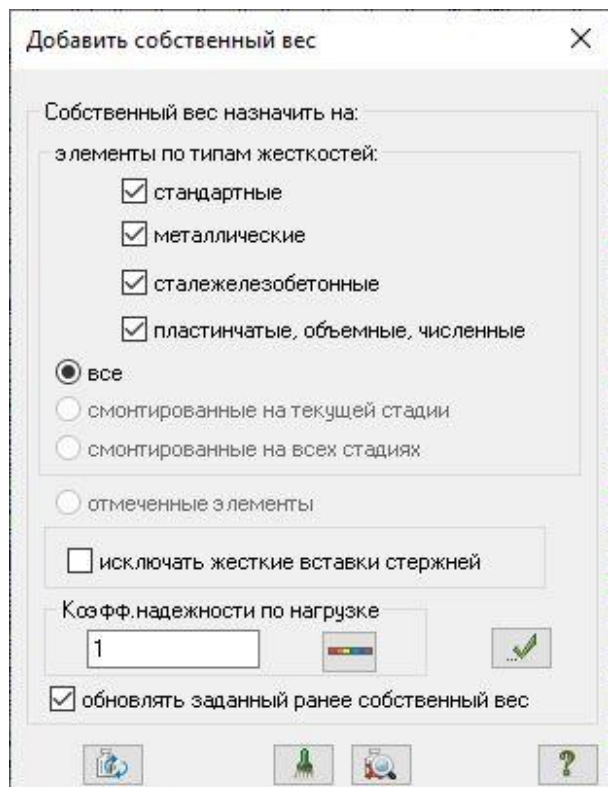

Рис.11.17. Диалоговое окно **Добавить собственный вес**
- Щелчком по кнопке  – **Добавить собственный вес** (панель **Нагрузки** на вкладке **Создание и редактирование**) вызовите диалоговое окно **Добавить собственный вес** (рис.11.17).